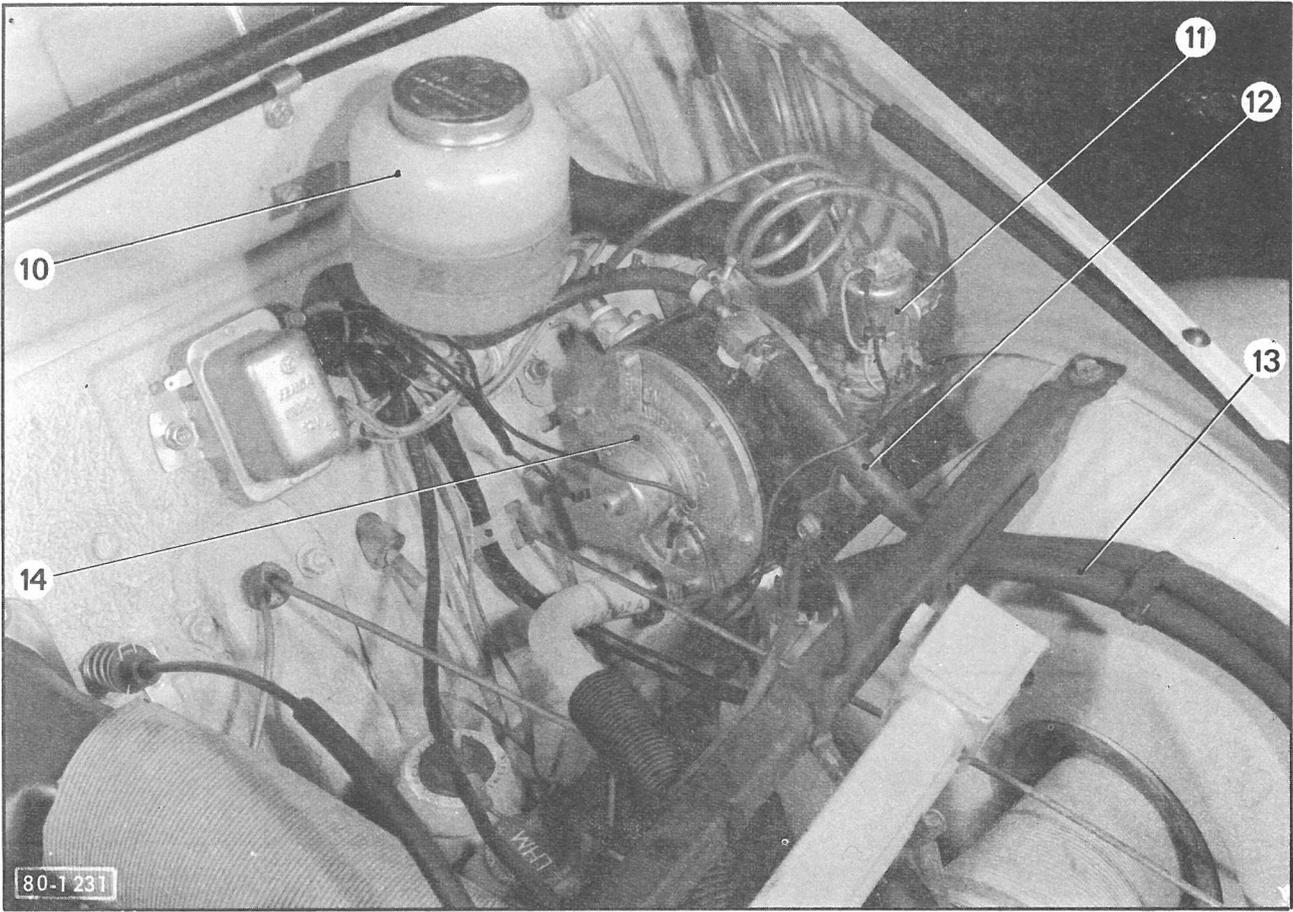

Fig. 4
- Une électro-vanne ( 11 ) reliée à la multivanne par un tube en cuivre recuit de 4 X 6, gainé ( Fig.4 ).
- Un vaporiseur-détendeur ( 14 : Fig.4 ).
#### Électro-vanne ( Fig.4 ) :
#### Vaporiseur-détendeur ( Fig.4 ) :
Un vase d'expansion ( 10 : Fig.4 ) fixé sur le déflecteur d'air froid complète le circuit.